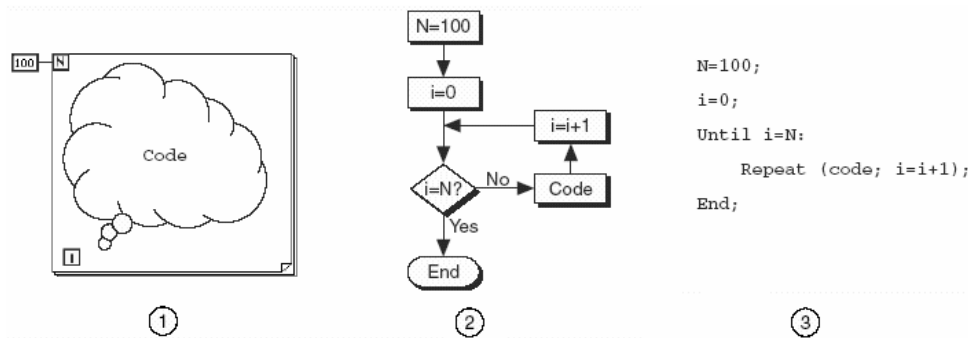

Рис. 2.5. Цикл с фиксированным количеством итераций.
Цикл **For** (с фиксированным числом итераций) выполняет повторяющиеся операции над потоком данных определенное количество раз. Иллюстрация (рис. 2.5) демонстрирует (1) цикл **For** в среде LabVIEW, (2) эквивалентную блок-схему работы цикла **For**, (3) пример текстового аналога кода работы цикла **For**.